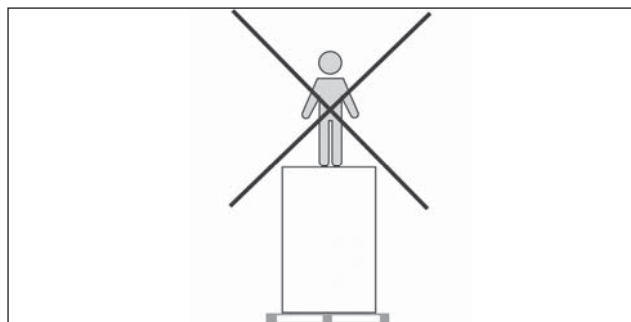

Рис. 9.1
- Запрещается ходить по чиллеру или перешагивать через него, так как это может повлечь за собой возникновение несчастного случая (Рис. 9.1).